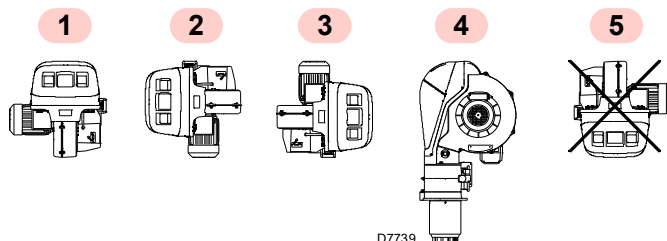

Рис. 11
- Горелка предназначена исключительно для функционирования в положениях **1, 2, 3 и 4** (Рис. 11).